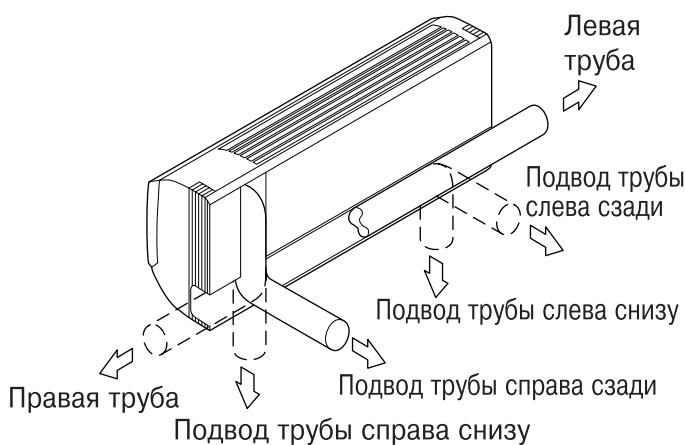
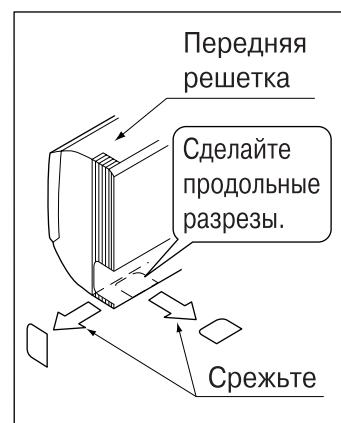

Рис. 3
Рис. 4
(1) Откройте отверстие для трубопровода.
- Трубопровод для хладагента и дренажную трубу можно вывести в 6 направлениях: слева, снизу слева, сзади слева, справа, снизу справа и сзади справа. (См. рис. 3)
- С использованием бумажного шаблона для монтажа (3) выберите направление для вывода трубопроводов и проделайте отверстие ($\phi 80$) в стене. Проделайте отверстие таким образом, чтобы обеспечить наклон дренажного трубопровода в нисходящем направлении. (См. раздел “6. РАБОТА С ДРЕНАЖНЫМ ТРУБОПРОВОДОМ”)
(2) Прикрепите к стене.
- (a) Проконтролируйте расположение отверстия, сверяя его с имеющимся бумажным шаблоном для монтажа (3).
- (b) Временно прикрепите установочную панель (1) на месте установки на бумажном шаблоне для монтажа (3) и используйте уровень для того, чтобы обеспечить расположение дренажного шланга горизонтально или слегка с наклоном.
- (c) Прикрепите установочную панель (1) к стене с использованием винтов или болтов.
- С использованием становых винтов для установочной панели (2) прикрепите панель при помощи не менее 4 винтов с каждой стороны (всего 9 винтов) на рекомендуемую подкладку установки на прилагаемом бумажном шаблоне для монтажа (3).
(3) Если для трубопровода используется положение слева, снизу слева, справа или сверху справа, проделайте сквозное отверстие для трубопровода в передней решетке. (См. рис. 4)